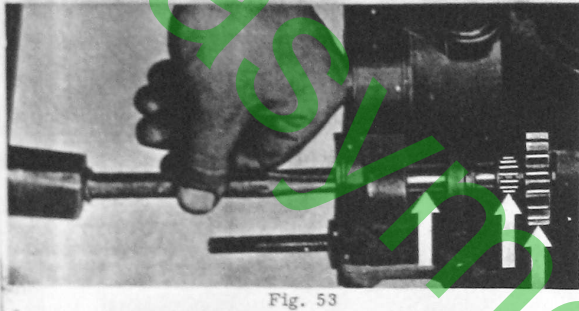

Fig. 53
2. Welle herausklopfen. (Fig. 53 zeigt links den Rücklauftradbolzen, in der Mitte das Nadellager und rechts das Rücklauftradb.)
2. Tap out shaft. Fig. 53 shows the reverse gear pin on the left, the needle bearing in the centre and the reverse gear on the right.